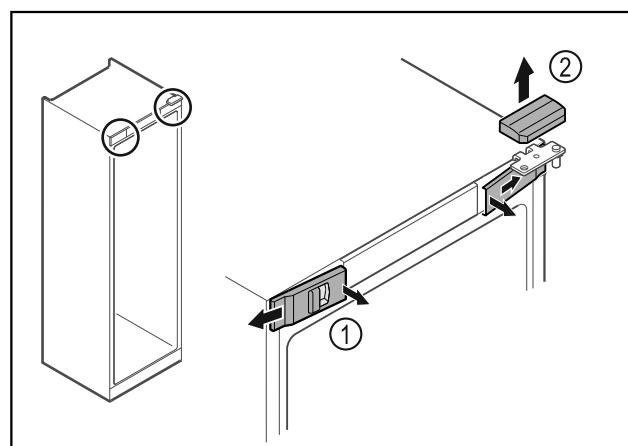

Fig. 9
- Передние крышки Fig. 9 (1) освободите от фиксации с внутренней стороны и отведите в сторону.
- Движением вверх снимите верхнюю крышку Fig. 9 (2).